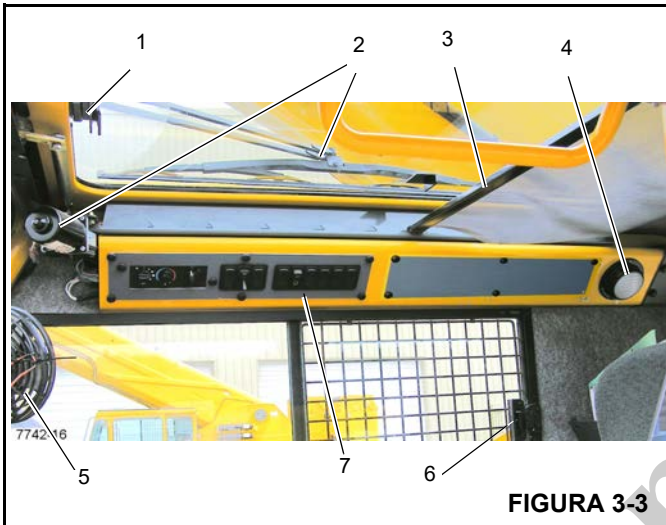

FIGURA 3-3
El pestillo de la ventana del techo (1, Figura 3-3) se encuentra en la parte delantera de la ventana. Apriete el pestillo y deslice la ventana hacia atrás para abrirla. Para cerrar, deslice la ventana hacia adelante hasta que el pestillo se trabe.
El limpiacristal de la ventana del techo (2, Figura 3-3) se controla por medio del interruptor del limpiacristal de la ventana del techo (4, Figura 3-4), y su funcionamiento es controlado por el motor del limpiacristal.
La visera de la ventana del techo (3, Figura 3-3) se utiliza para reducir la luz solar directa. La visera es autorretraíble y se puede utilizar para filtrar el ingreso de luz solar o se puede ajustar hacia atrás y trabarse en las muescas provistas.
La luz interior de techo (4, Figura 3-3) se encuentra en la esquina trasera derecha de la consola superior de la cabina y provee iluminación a la cabina. La luz de techo interior se controla por medio de un interruptor ubicado en la lámpara misma.
El ventilador de circulación de la cabina (5, Figura 3-3) se encuentra en el lado delantero izquierdo de la cabina, encima del marco de la ventana. Una unión giratoria permite girar el ventilador y en su base se encuentra el interruptor de control. El interruptor tiene las posiciones alta, baja y apagado.
La ventana del lado derecho de la cabina se puede abrir. Apriete el pestillo (6, Figura 3-3) para soltar la traba y deslice hacia adelante. Para cerrar, deslice la ventana hacia atrás hasta que el pestillo se trabe.
El interruptor del atenuador de luces de tablero (5) (Figura 3-4) controla la iluminación de los controles del calefactor/acondicionador de aire que se encuentran en la parte superior y el medidor de temperatura de aceite de la transmisión (7) (Figura 3-3); presione el interruptor para aumentar o reducir la iluminación del tablero.